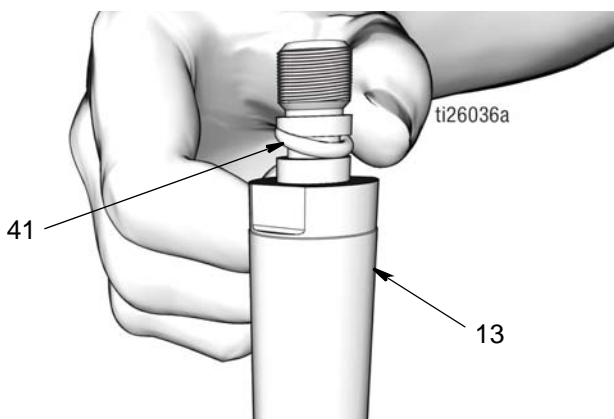

FIG. 46
**NOTA: non bloccare l'asta del pistone (13) in una morsa.**
- Utilizzare un panno pulito per pulire l'asta del pistone (13) e il pistone (6) e rimuovere sporco o contaminanti. Ispezionare le superfici per verificare l'eventuale presenza di graffi e/o danni. Sostituire le parti danneggiate.
- Applicare un sottile strato di grasso all'O-ring (41). Montare l'O-ring sulle scanalature dell'asta del pistone (13) (FIG. 46).
**NOTA:** se necessario, utilizzare un oggetto appuntito per facilitare l'inserimento dell'O-ring nelle scanalature dell'asta del pistone (13).